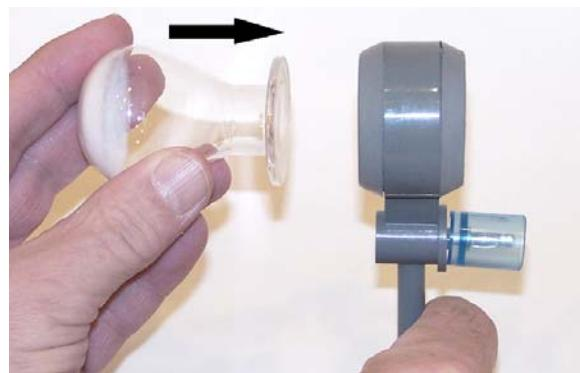

Fig. 1
- Inserire i cappucci terminali nell'apposito alloggiamento del supporto (v. Fig. 1).